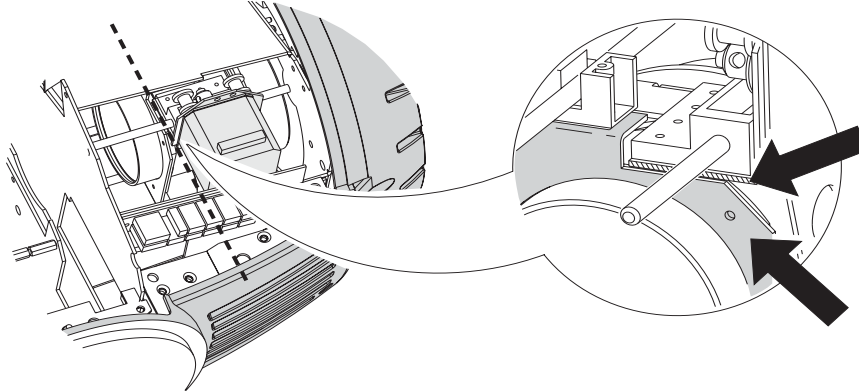

Bild 12: Kalibrierungspunkt des Zoom-Moduls
- 2 Um den Zoom zu kalibrieren, müssen Sie zunächst die untere Kopfabdeckung entfernen. Wählen Sie UTIL / CAL / ZOO F und drücken Sie [Enter]. Stellen Sie den Offset-Wert so ein, dass die Halteplatte der Zoomlinse mit der hinteren Kante des Schlittens der Fokusslinse fluchtet (Bild 12). Drücken Sie [Enter], um die Einstellung zu speichern und montieren Sie die Kopfabdeckung wieder.